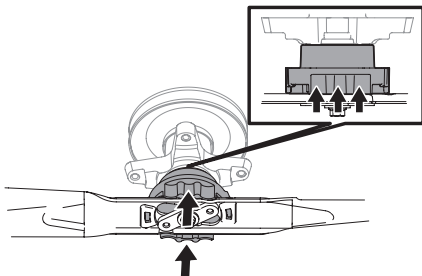

Figura 44
3. Empuje hacia arriba sobre el collarín de la cuchilla y sosténgalo. Consulte la Figura 44.
- Empuje la cuchilla hacia arriba contra el adaptador de cuchilla hasta que el collarín se eleve. Consulte la Figura 44.